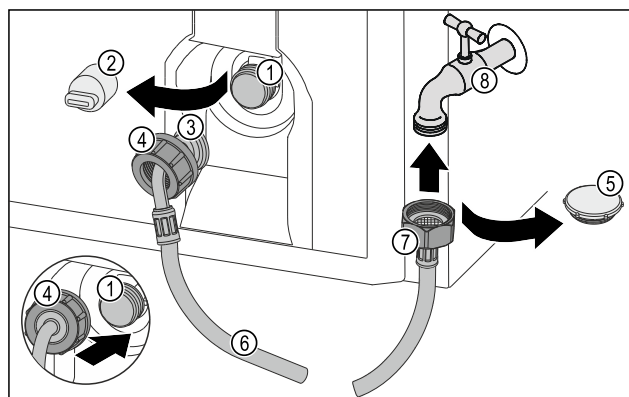

Fig. 27
- ▶ Rimuovere il coperchio di chiusura Fig. 27 (5).
- ▶ Posizionare l'estremità del flessibile diritta Fig. 27 (7) sul rubinetto dell'acqua Fig. 27 (8).
- ▶ Stringere in senso orario sull'estremità del flessibile diritta Fig. 27 (7) in senso orario.